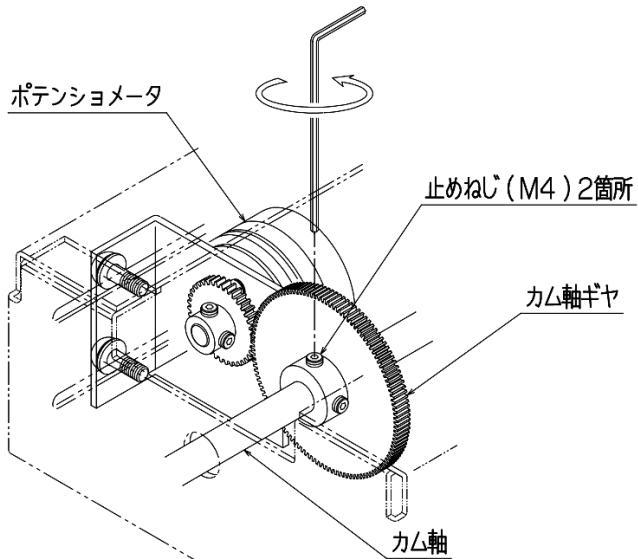

図10：ポテンショメータの調整
⑨ポテンショメータに付いているギヤを外し、ポテンショメータを取付板から取り外します。
⑩新しいポテンショメータを取付板に取付け、⑨で取り外したギヤをポテンショメータ軸に取付けます。(図10参照)
⑪リード線をポテンショメータ端子にはんだ付けします。
⑥RM端子に(+)、WM端子に(-)をデジタルマルチメータ等(電圧レンジ)にてて、電圧値を測定しながらカム軸ギヤを指で回し、電圧値が約40mVとなる位置でカム軸ギヤの止めねじを仮固定します(図10参照)。前項ポテンショメータの交換から引き続き作業を行っている場合は、(1)⑤で測定した数値に近くなるように調整します。
⑦そのまま電圧値を測定しながら電動操作または手動操作で全閉位置まで動作させます。この時電圧値が徐々に上昇していく、全閉位置で約5Vになることを確認します。また、途中でデジタルマルチメータ等の数値が異常な値を示さないかの確認も同時に行います。
⑧再度コントロールモータを閉側へ動作させ、約40mVになることを確認します。
⑨最後にカム軸ギヤ固定用の止めねじを2本ともしっかりと締め込み、緩み止め剤を塗布します。
⑩外部配線を復線してください。
⑪コントロールモータのスイッチカバーを取付け作業は完了です。試運転を行い、動作状態の確認を行ってください。